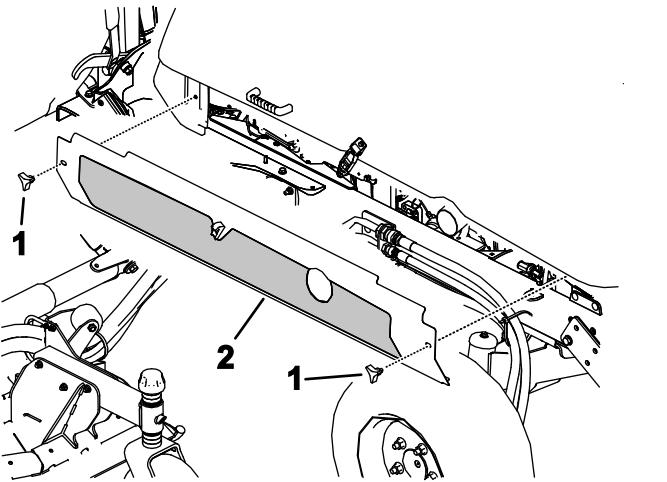

Figure 113
- Desserrez les boutons et déposez les deux tôles de protection latérales (Figure 113).
5. Reposez les tôles de protection latérales (Figure 113).